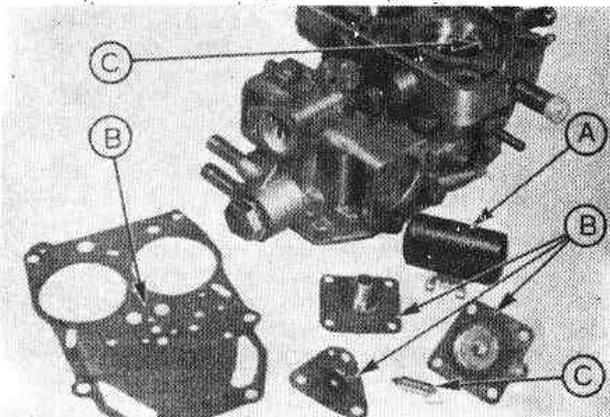

Рис. 3.86. Карбюратор, разобранный для осмотра (Разд.34)
9. Вычистите внутреннюю поверхность поплавковой камеры и верхней части корпуса. Продуйте все жиклеры и каналы струей чистого и сухого сжатого воздуха. Проверьте поплавок на наличие признаков повреждений и протечек. Проверьте диафрагмы ускорительного насоса и противоостановочного устройства на наличие трещин и других признаков износа. Осмотрите регулировочные винты качества рабочей смеси, игольчатый клапан и ось дроссельной заслонки для выявления признаков износа и повреждений. При необходимости замените неисправные детали (Рис.3.86).